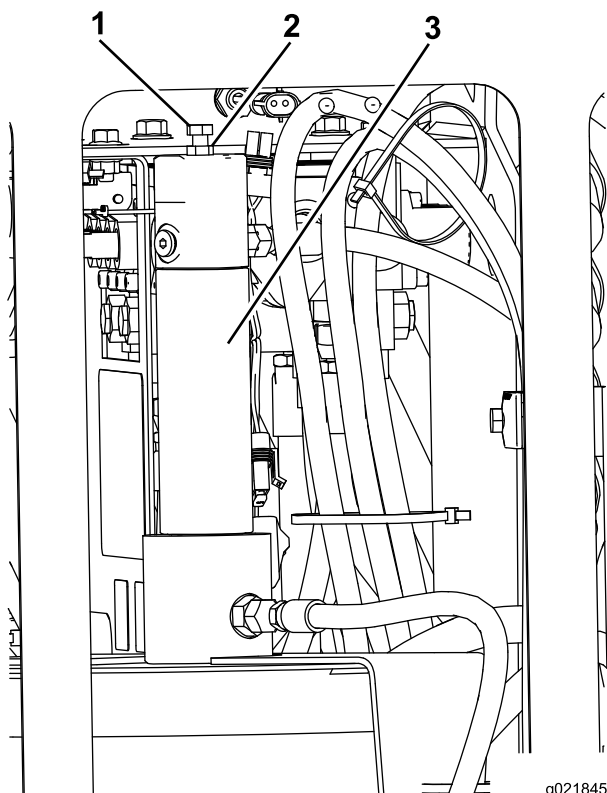

Figura 90
1. Afloje la contratuerca del perno de ajuste, que está situado encima del pistón del aplicador de lubricante de roscas (Figura 90).